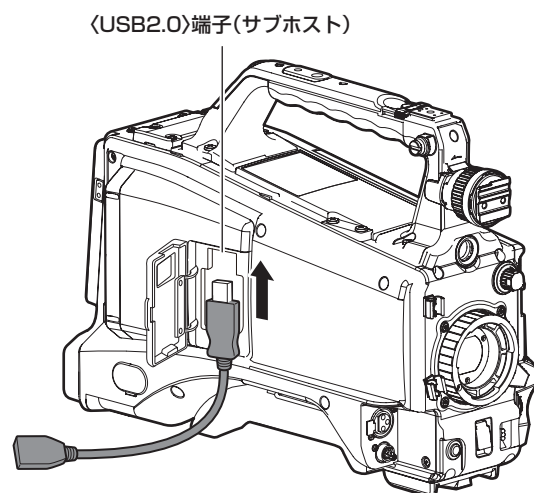

図 2
- 2 〈USB2.0〉端子 (サブホスト) に USB 2.0 延長ケーブルを取り付ける。(図 2)